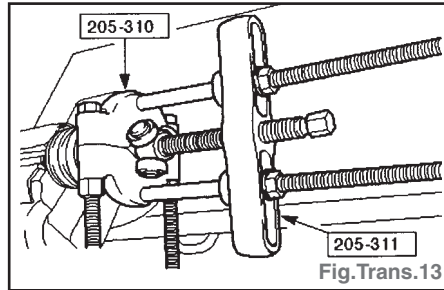

Fig. Trans. 13
- Déposer le croisillon à l'aide des outils spéciaux (Fig. Trans. 13).